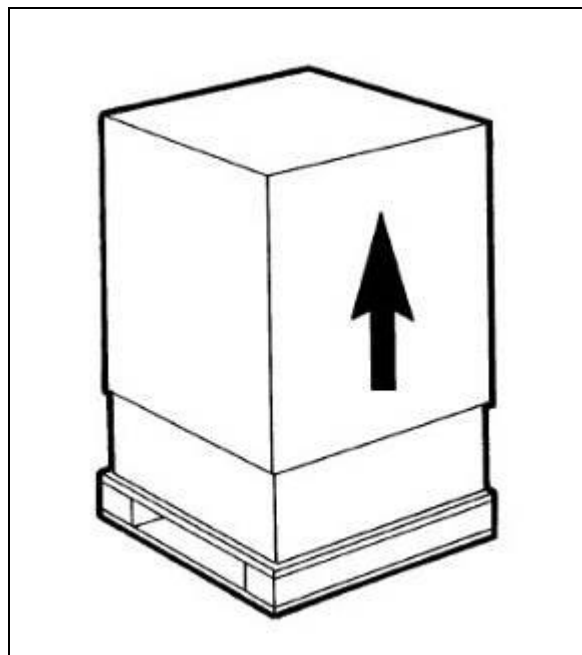

Fig. 13
a) Dopo aver tolto l'imballo **conservarne tutti gli elementi per lo stoccaggio invernale** ed assicurarsi dell'integrità dell'apparecchio (fig.13).